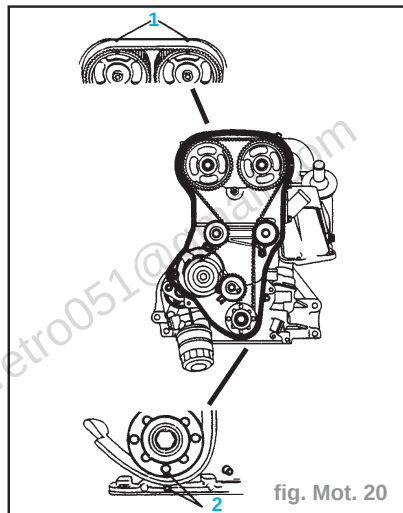

fig. Mot. 20
- Aligner les repères d'arbres à cames (1) et pignon de vilebrequin (2) (fig. Mot. 20).
- Aligner les repères d'arbres à cames et de poulie vilebrequin (fig. Mot. 20).
- Tourner le vilebrequin de deux tours (720°) dans le sens de marche du moteur par la vis de fixation des roues d'entraînement de la courroie crantée, jusqu'à ce que le repère (2) et (1) se trouvent en regard (fig. Mot. 20).